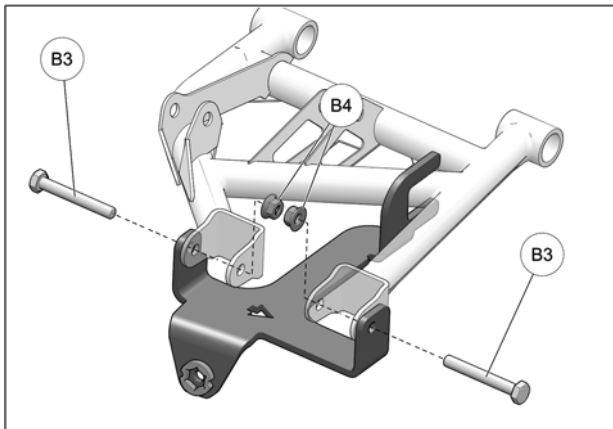

Fig. 6
- Insert the new M10x75mm bolts (B3) through anchor bracket, suspension arm and wheel knuckle. Secure assembly with the provided M10 nuts (B4). Torque nut to 50 N•m [37 lb•ft]. See Fig. 6
7. Insérer les nouveaux boulons M10x75mm (B3) à travers l'ancrage, le bras de suspension et le moyeu de roue. Fixer les boulons avec les écrous M10 (B4) fournis. Serrer les écrous à un couple de 50 N•m [37 lb•ft]. Voir la Fig. 6